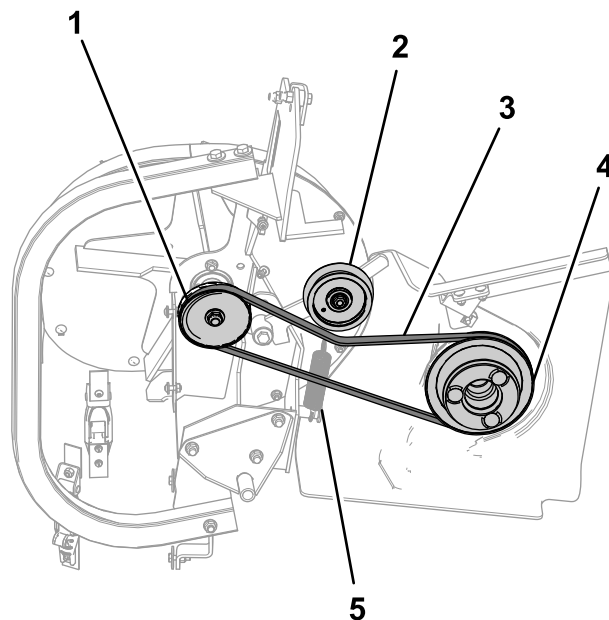

Figure 35
1. Chaussez la courroie du ventilateur sur la poulie d'entraînement, comme montré à la Figure 35.